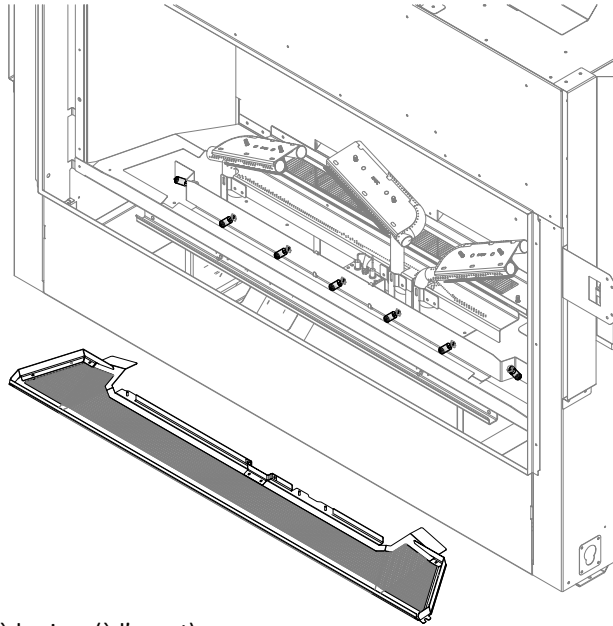

Figure 8.3 - Retrait du plateau à braises (à l'avant)
3. Retirez et conservez les (2) vis du plateau à braises à l'avant. Soulevez le plateau à braises et retirez-le de la chambre de combustion. Voir la Figure 8.3.
4. Installez les (7) ampoules halogènes (fournies dans le paquet de composants) dans les socles de lampe.